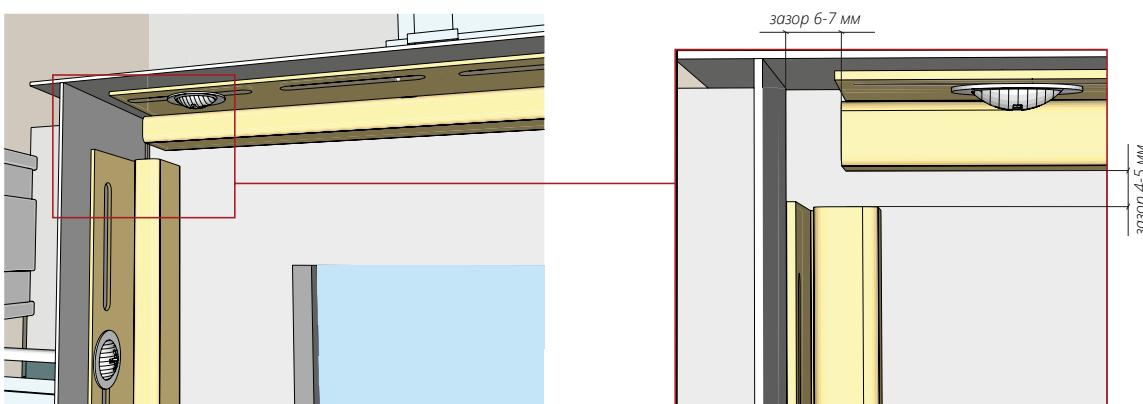
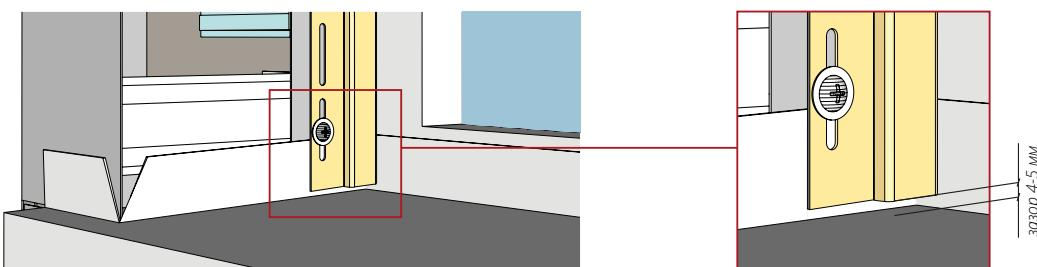

Рисунок 45
Рисунок 46
- 13.2 Согласно общим правилам монтажа, смонтируйте верхнюю горизонтальную финишную планку с зазором 6-7 мм с обеих сторон (рис. 45). Далее смонтируйте левую и правую финишные планки вертикально с зазором в верхней и нижней части 4-5 мм (рис. 45). В нижней части финишная планка должна быть подрезана параллельно отливу (рис. 46).